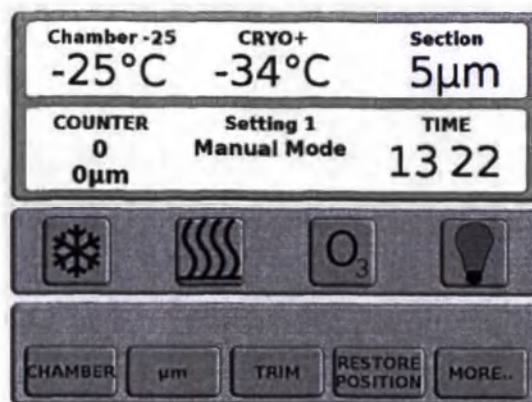

Рисунок 8.18
4. Переместите переключатель питания на задней панели во включенное положение (I). Примерно в течение 20 секунд аппарат автоматически выполнит проверку для включения питания. Во время выполнения проверки для включения питания одновременно загорятся все светодиодные индикаторы.
5. По завершении проверки включается компрессор, и начинается охлаждение камеры до температуры, установленной по умолчанию производителем ($-25\text{ }^{\circ}\text{C}$), а на ЖК-дисплее появится главное меню (Рисунок 8.18).